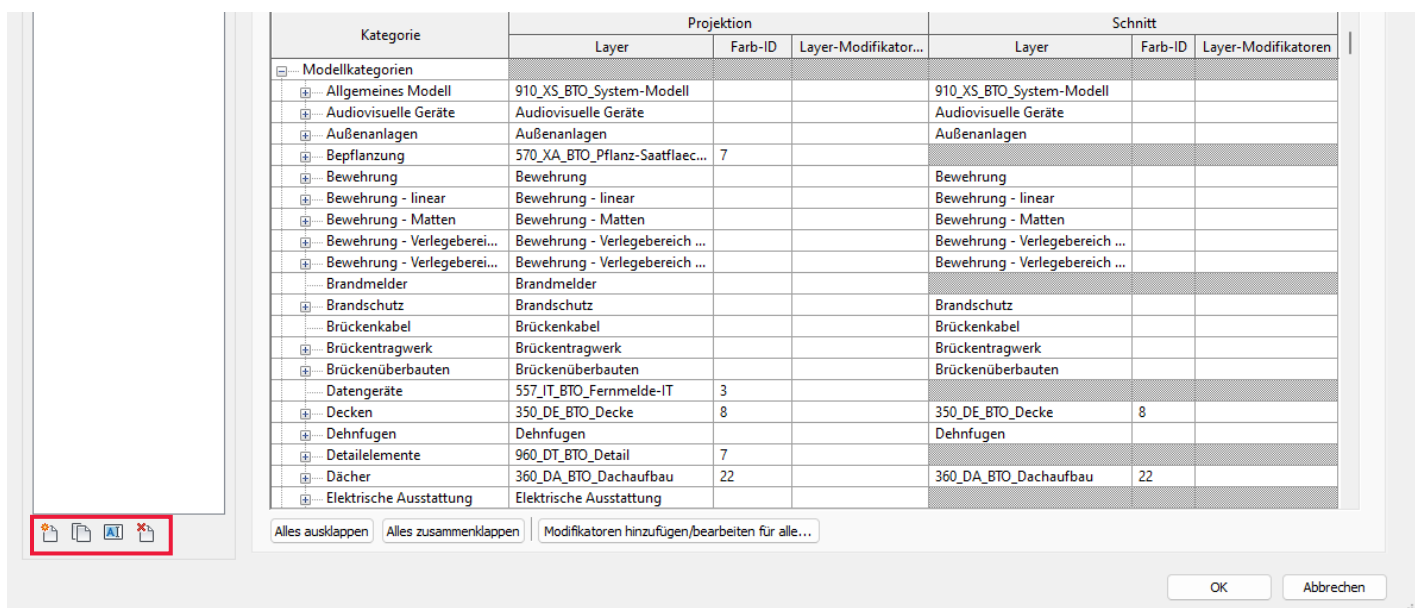

Abb.17: DWG-Exporteinrichtung ändern
- Wählen Sie eine bestehende Exporteinrichtung aus der Liste und klicken Sie auf **Duplizieren**, um eine Kopie mit einem neuen Namen zu erstellen. (Abb.17)